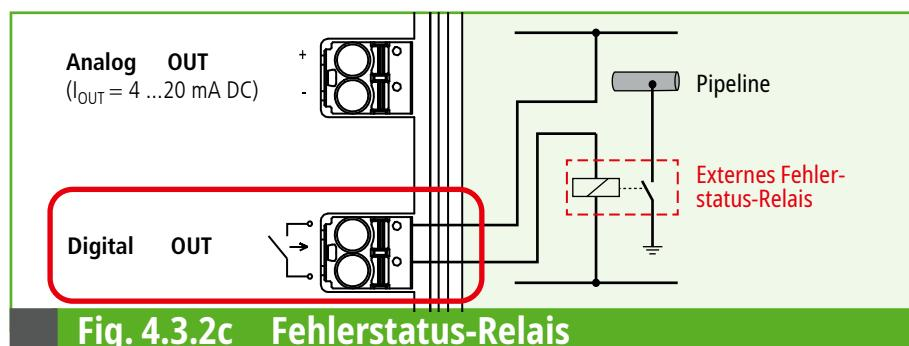

Fig. 4.3.2c Fehlerstatus-Relais
- ☞ Ein externes **Fehlerstatus-Relais** (z. B. Schaltschütz) kann zur Erhaltung des Personenschutzes übergeordnet angeschlossen werden (siehe Fig. 4.3.2c).